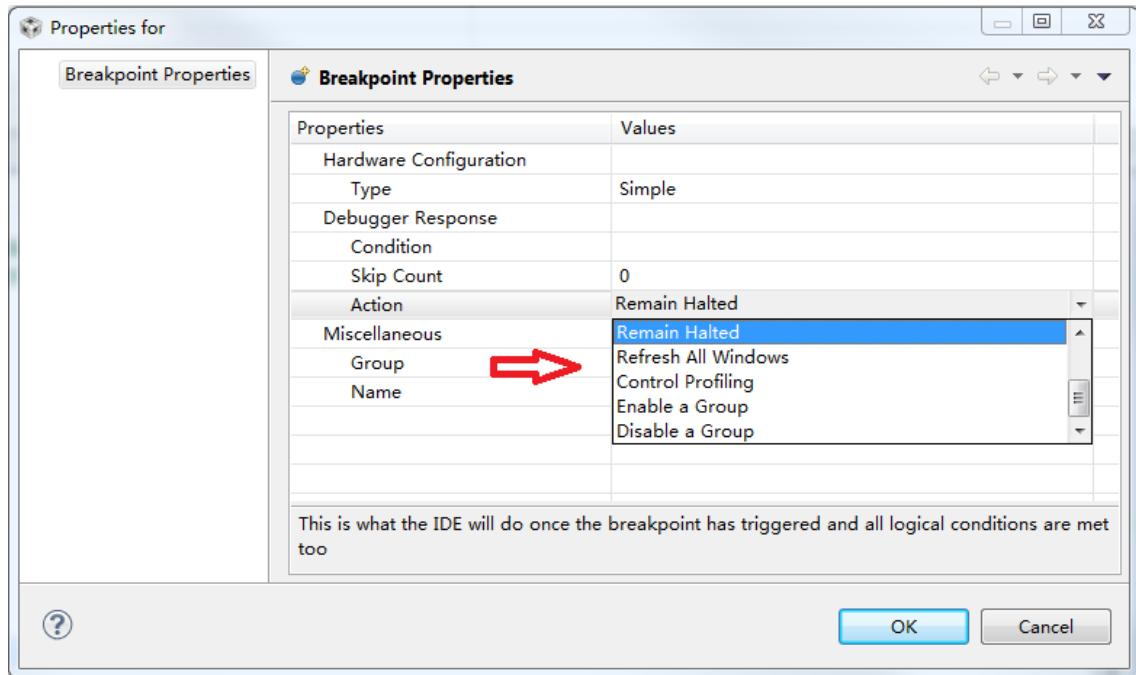

图 2.27 断点的 Action 属性设置
- 2) 如图 2.27 所示，断点的 Action 默认属性为 Remain Halted，表明程序运行到此处会停止。用 CCS 观测波形时，应把 action 属性改为 Refresh All Windows，这表示每次程序